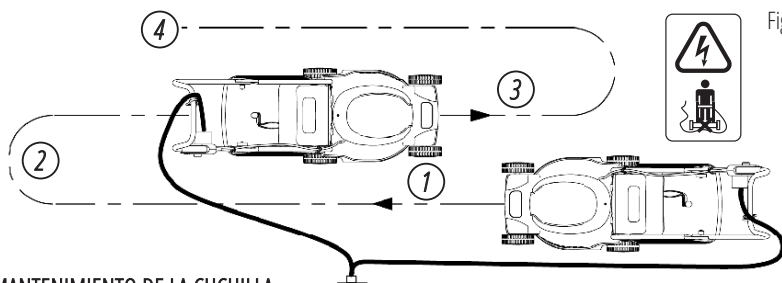

Fig. 6
CORTE DE CÉSPED (FIG. 6)
- Proceda como se muestra en la Fig. 6.